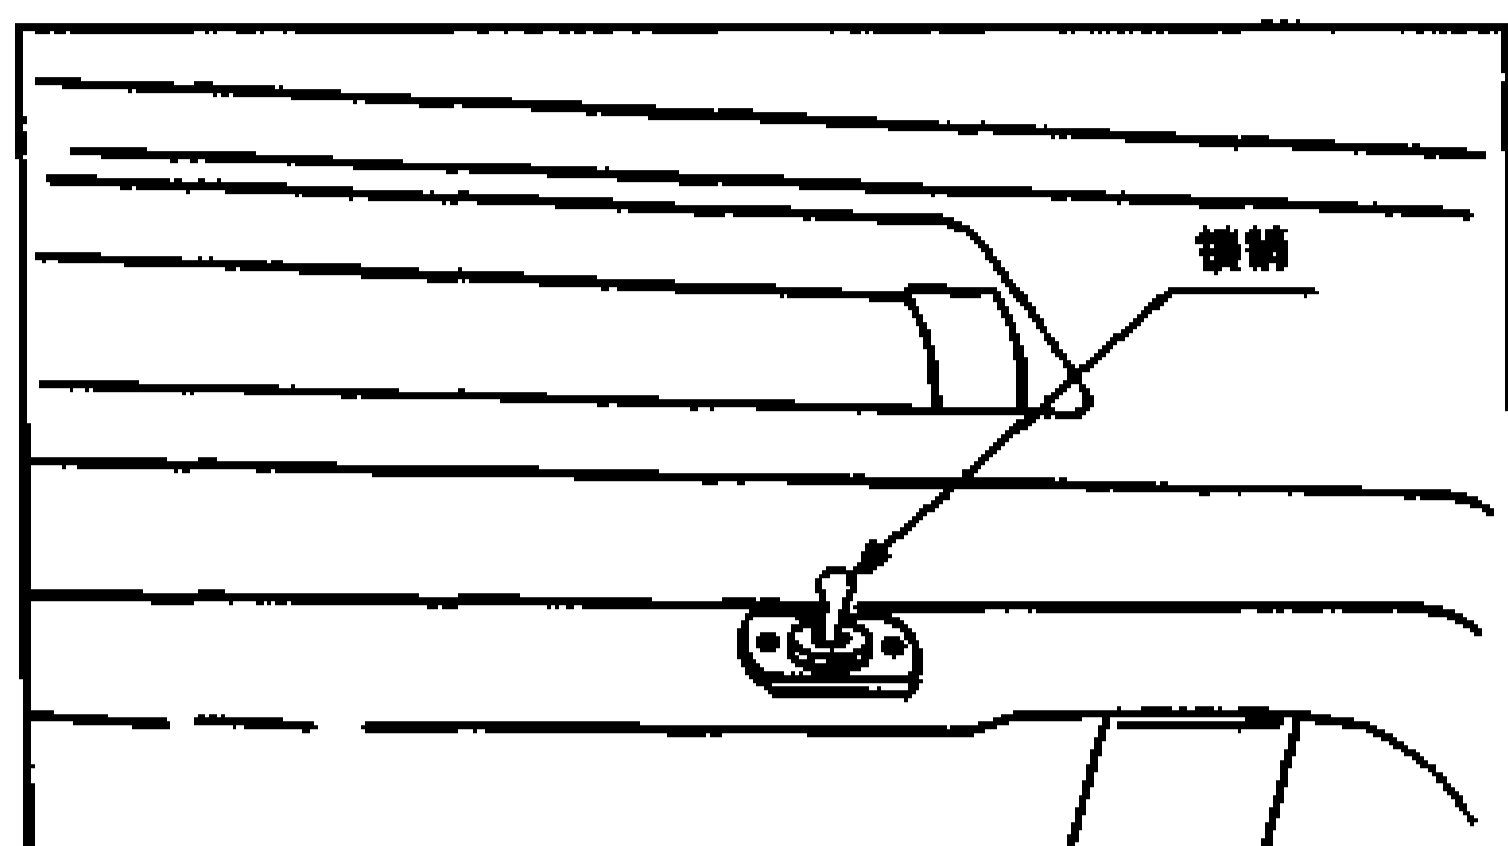

图 5-2-21
- 4) 拆下二只锁销螺钉（左右各一个）。如图 5-2-21 所示。